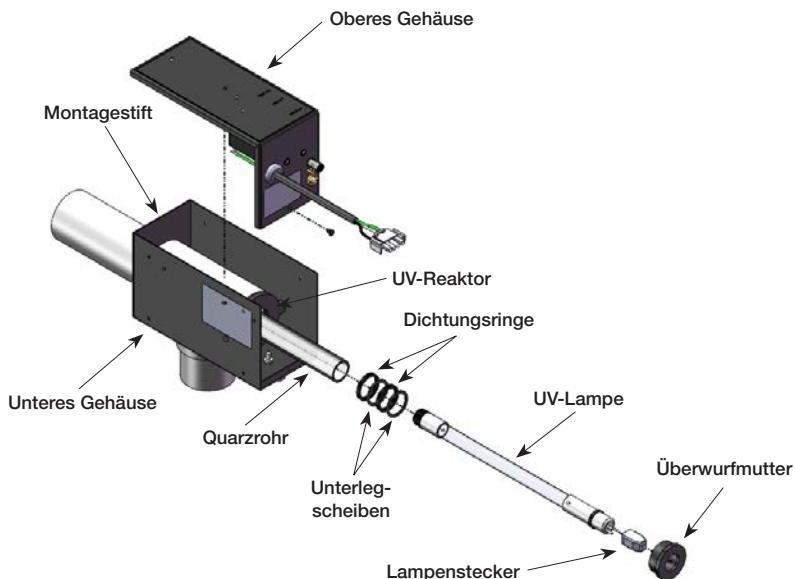

Abbildung 2: Mast3rPur System Explosionszeichnung
a. UV-Lampe entfernen – Siehe Abbildung 2.